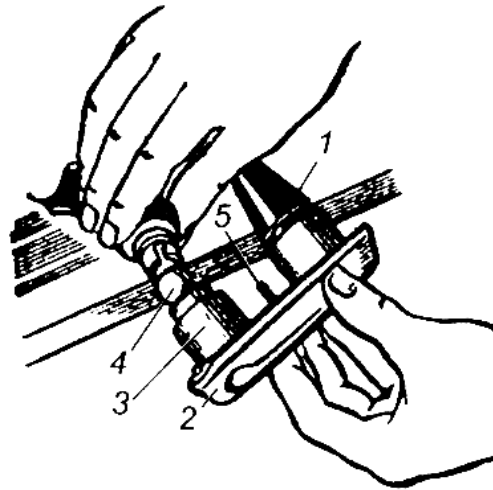

Рисунок 5.11 – Фонарь освещения номерного знака
11. Опишите устройство и перечислите основные требования, предъявляемые к фонарю освещения номерного знака (рисунок 5.11).